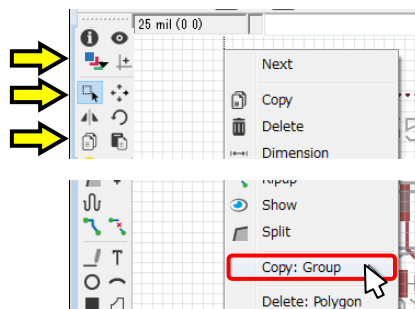

図 47
- ⑤  Display コマンドで[All]をクリックして、全てのレイヤーを表示します。
- ⑥ 全体をグループ化します。( Group コマンドを選択して全てを囲むか、コマンド入力欄に `group all` [Enter]と入力します)
- ⑦  Copy コマンドを選択します。
- ⑧ カーソルを座標(0,0)に合わせて右クリックし、Copy:Group を選びます。図 47